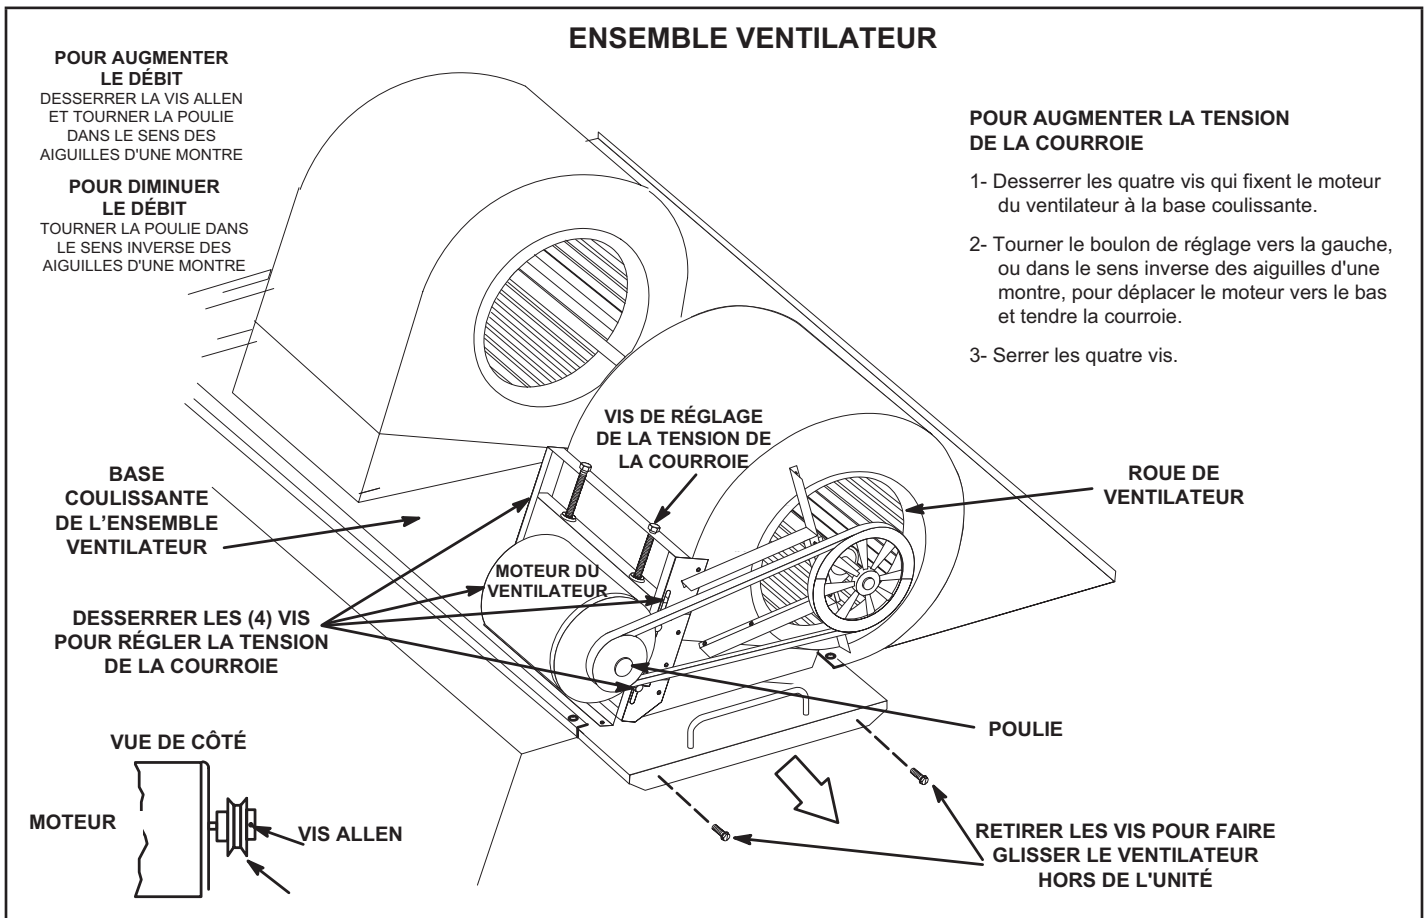

FIGURE 26
- 2 - Retirer les vis situées de chaque côté de la base coulissante de l'ensemble ventilateur. Voir FIGURE 26.
- 4 - La vitesse du ventilateur peut être réglée au niveau de la poulie du moteur. Desserrer la vis Allen et tourner la poulie réglable dans le sens des aiguilles d'une montre pour augmenter le débit. Tourner dans le sens inverse des aiguilles d'une montre pour diminuer le débit. Voir FIGURE 26. Ne pas dépasser les nombres minimum et maximum de tours de poulie indiqués au TABLEAU 5.
- 1 - Desserrer les quatre vis qui fixent le moteur du ventilateur à la base coulissante. Voir FIGURE 26.